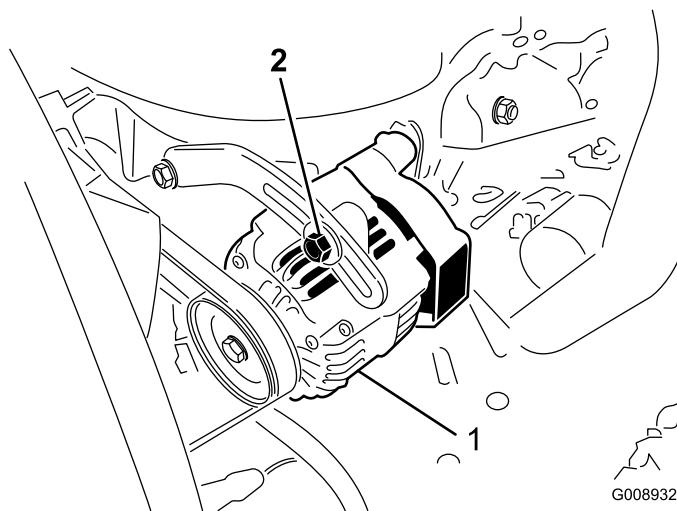

Figura 54
Controllate lo stato e la tensione delle cinghie (Figura 54) ogni 100 ore di servizio.
2. Se l'inflessione non è di 10 mm, allentate i bulloni di fissaggio dell'alternatore (Figura 54). Aumentate o riducete la tensione della cinghia dell'alternatore e serrate i bulloni. Controllate di nuovo l'inflessione della cinghia per accettare che sia esatta.